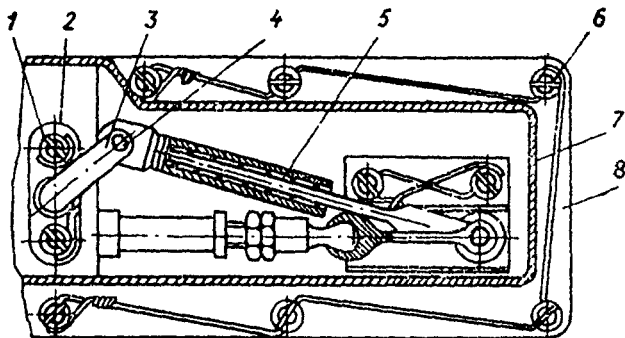

Рис. 14.1. Механизм управления заслонкой крана обогрева ВНА:
2. Расконтрите и отверните шесть винтов 6 (рис. 14.1), крепления крышки 7 механизма управления заслонкой крана. Снимите крышку с корпуса крана 8.